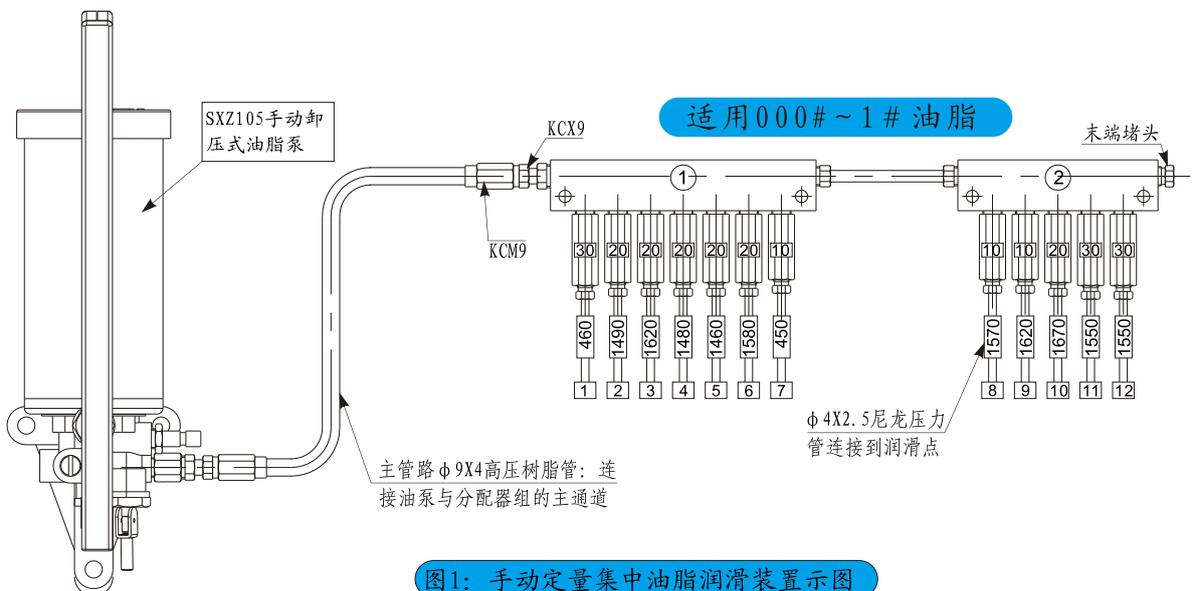

图1：手动定量集中油脂润滑装置示意图
①手动定量集中油脂润滑装置：采用SXZ105手动卸压式油脂泵，系统不含检测反馈元件。构造简单，但操作者劳动强度高（每次操作都要连续扳动泵油手柄好多次）。润滑效果比较依赖于“人为因素”。润滑有问题不容易发现，但价格较低（如图1所示）。